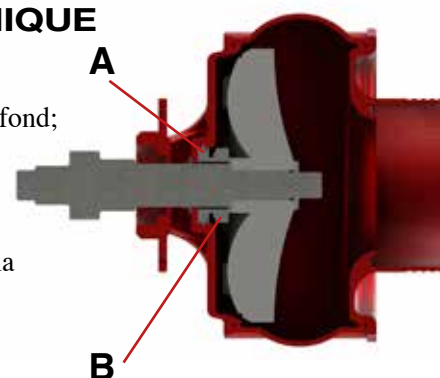

Figure 3
- 1) Insérer la pièce (A) (voir Figure 3) dans le logement du support de la volute avec la partie en Widia orientée vers l'extérieur en la poussant à fond;
- 2) insérer la pièce (B) avec la partie en Widia orientée vers l'extérieur, de façon à ce que les deux parties en Widia soient en contact;
- 3) Lors du montage du rotor, faire attention de ne pas couper le caoutchouc de la pièce (B) pendant la compression du ressort.